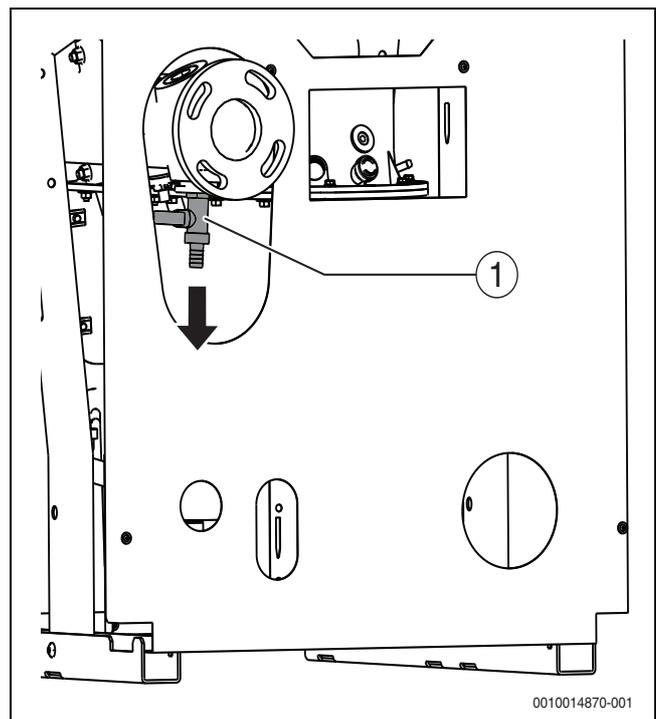

Fig. 16 Démontage robinet de vidange (illustration : chaudière avec raccord à bride, modèle droit)
- ▶ Retirer le robinet de vidange monté sur le retour (→fig. 16)